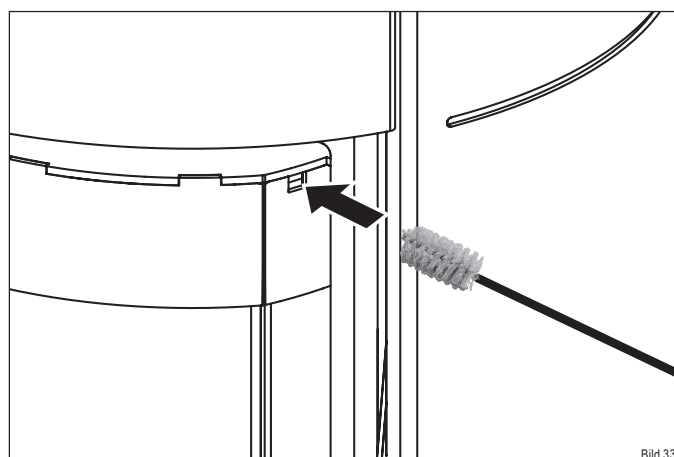

Bild 33
- ▶ Schieben Sie die mitgelieferte Bürste in die Reinigungsöffnung ein (Bild 33).